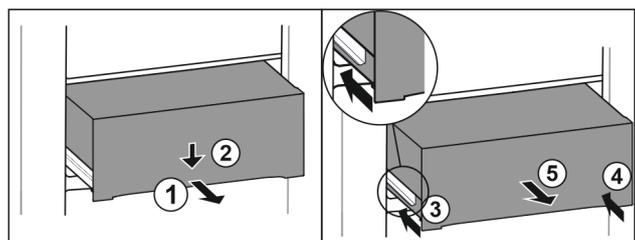

Fig. 104
- ▶ Изтеглете чекмеджето наполовина. *Fig. 104 (1)*
- ▶ Натиснете надолу чекмеджето от предната страна. *Fig. 104 (2)*
- ▶ Вкарайте лявата релса приблизително 2 cm навътре. *Fig. 104 (3)*
- ▶ Вкарайте дясната релса приблизително 2 cm навътре. *Fig. 104 (4)*
- ▶ Извадете чекмеджето напред. *Fig. 104 (5)*